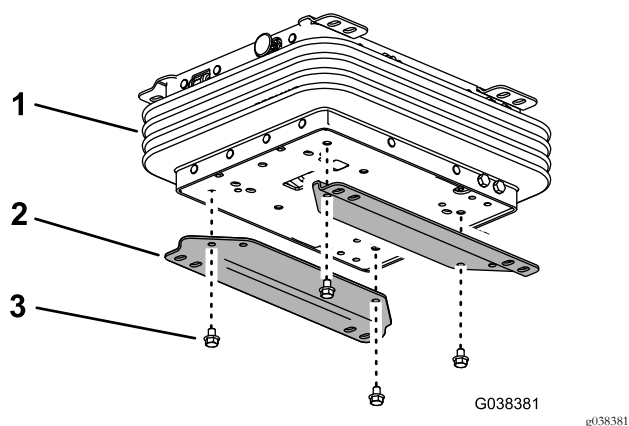

Figura 3
- Montate le staffe inferiori sul gruppo delle sospensioni utilizzando 4 bulloni (8 x 12 mm), come illustrato nella Figura 3.
2. Montate le staffe inferiori sul gruppo delle sospensioni utilizzando 4 bulloni (8 x 12 mm), come illustrato nella Figura 3.